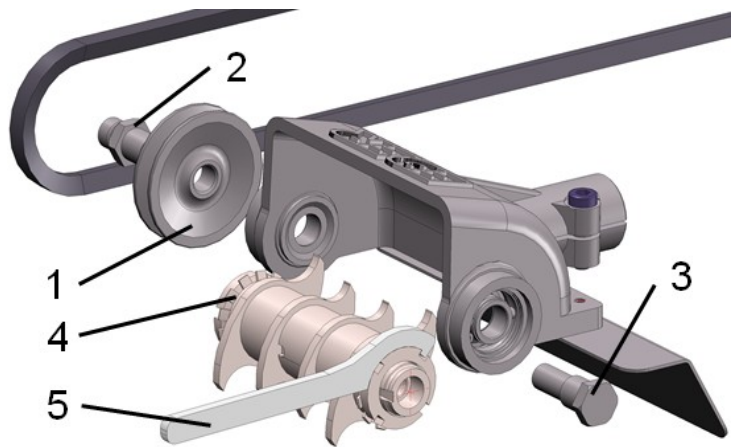

Abb. 14: Messer wechseln
- > Entnehmen Sie die Rundbürste aus dem Gehäuse und lösen Sie das Sicherungsblech (4 – Abb.14).
- > Lösen Sie mit Hilfe der Schlüssel die gegeneinander gekonterten Nutmutter (5 – Abb.14). Anschließend kann die Rundbürste von der Welle geschoben werden.
- > Schrauben Sie die Keilriemenscheibe (1 – Abb.14) ab. Nehmen Sie eine Spitzzange zur Hilfe und setzen Sie diese in die seitlichen Bohrungen der Keilriemenscheibe.
- > Schrauben Sie die Lagerwelle kurz (3 – Abb.14) und die Lagerwelle lang (2 – Abb.14) heraus.
- > Entnehmen Sie die Welle aus dem Gehäuse und lösen Sie das Sicherungsblech (4 – Abb.14).
- > Lösen Sie mit Hilfe des Schlüssels die Nutmutter (5 – Abb.14). Anschließend können die Messer von der Welle geschoben werden.